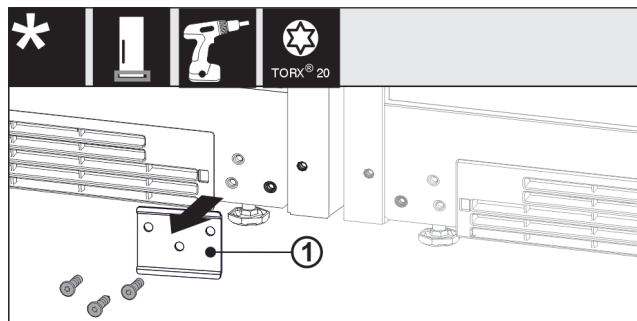

Fig. 14
- Svitare la lamiera Fig. 14 (1) eventualmente montata.